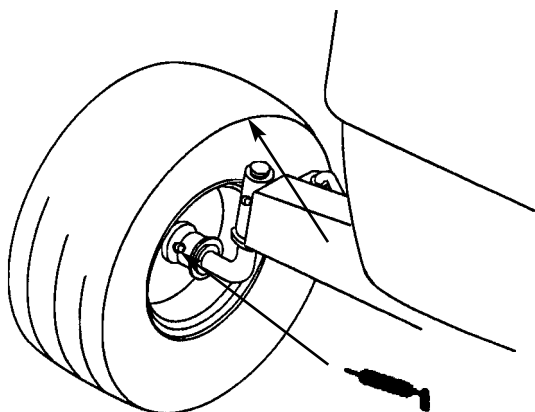

Fig. 12
1. Lubrificate le ruote anteriori fin quando il grasso non incomincia ad uscire dai cuscinetti (Fig. 12).